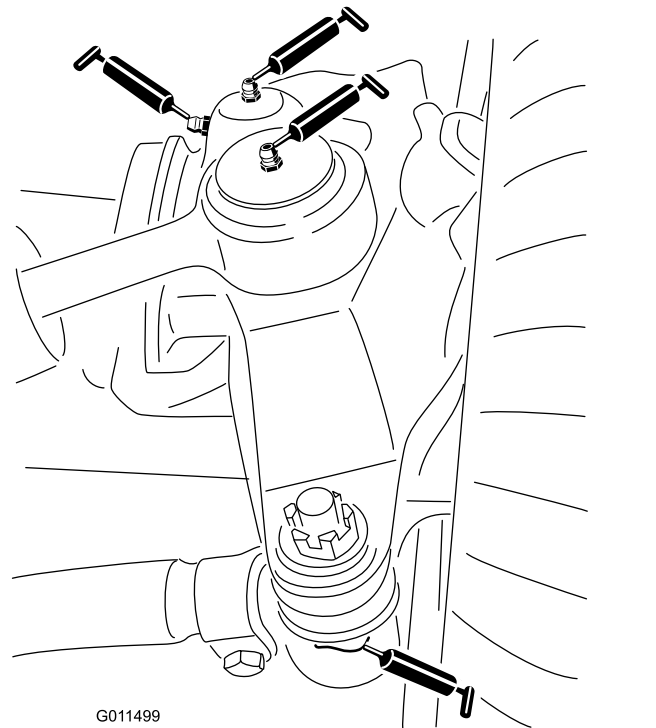

Figure 77
- 2 rotules de vérin de direction (Figure 77)
- 2 rotules de biellettes (Figure 77)
- 2 bagues de pivots de fusées (Figure 77).